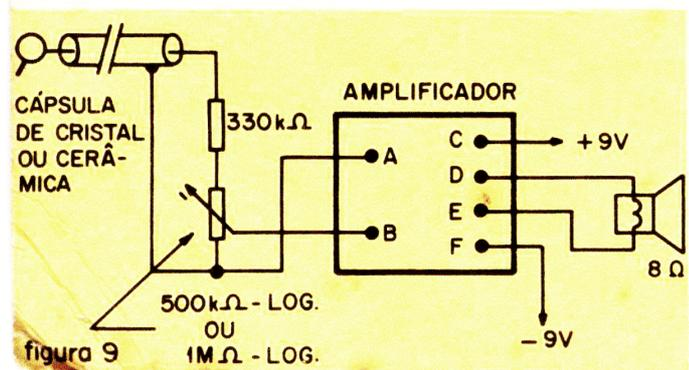

figura 9
1. ligue uma cápsula de alta impedância (cerâmica ou de cristal) aos terminais A e B. Conforme ilustrado na figura 9, a malha de blindagem do cabo é ligada ao terminal A. O condutor interno é ligado a um resistor de  $330\text{k}\Omega$ , em série com um potenciômetro logaritmico de  $500\text{k}\Omega$  ou  $1\text{M}\Omega$ . A extremidade livre do potenciômetro é ligada ao terminal A e o cursor ao terminal B (ver figura 9a). Se em lugar da cápsula for empregada uma fonte de sinal de baixa impedância ( $4$  a  $16\Omega$ ), elimine o resistor de  $330\text{k}\Omega$  e altere para  $10\text{k}\Omega$  ou  $20\text{k}\Omega$  o valor do potenciômetro;
3. ligue a fonte de alimentação conforme indicado na figura 9: pólo positivo ao terminal C e pólo negativo ao terminal F. A tensão de alimentação ( $9\text{V}$ ) pode ser fornecida por um conjunto de 6 pilhas comuns de lanterna, ligadas em série, ou por um eliminador de pilhas ( $9\text{V}$ ,  $150\text{mA}$ ). O valor da tensão de alimentação não pode ultrapassar  $10\text{V}$ , em nenhuma circunstância, sob pena de imediata destruição do aparelho;